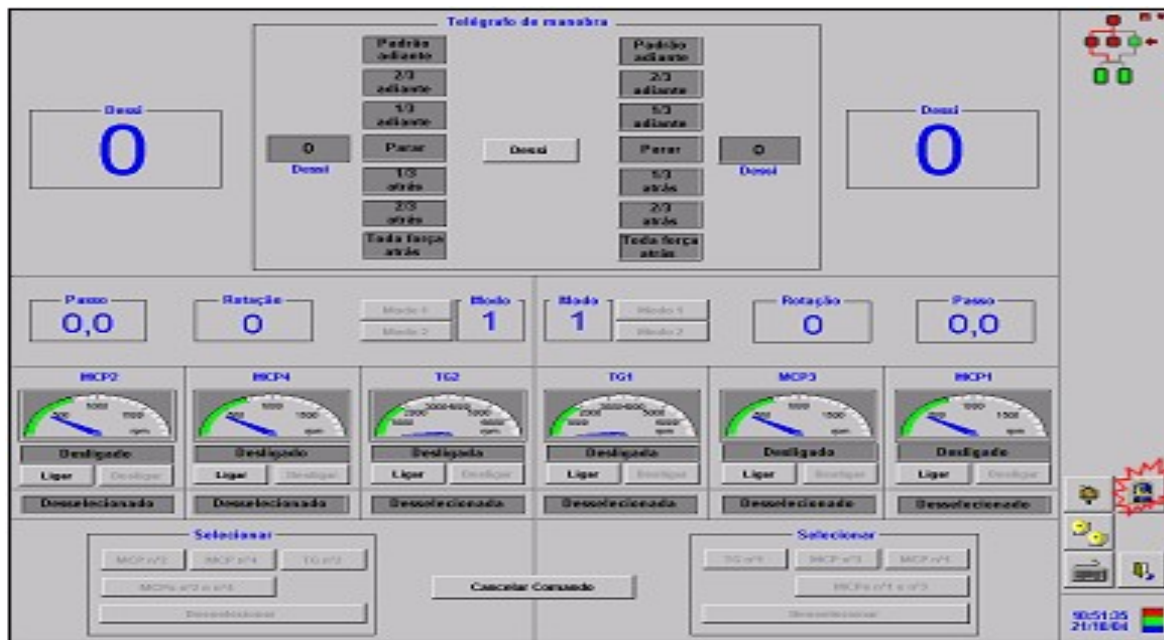

Figura 1.14. Tela inicial “Informações de BB e BE modo diurno” da estação do passadiço (QMC)
- **Operadores do Passadiço:** usuários com permissão de operar somente a partir do console do passadiço e somente os comandos presentes nas telas do passadiço (apresentadas nas **figura 1.14 e figura 1.15**), ou seja, somente podem atuar sobre os comandos relativos à demanda de potência e propulsão.
A tela inicial da estação do passadiço para modo diurno, que é a tela padrão, é apresentada na **figura 1.14** abaixo.
Nota: A troca entre “Modo Diurno” e “Modo Noturno” é feita pelos ícones circundados nas **figura 1.14** e **figura 1.15** acima.
Na **figura 1.22** ao lado, apresenta-se a área dos botões de navegação entre telas (as telas padrão do passadiço, apresentadas nas **figura 1.14** e **figura 1.15**, não possuem esta área).